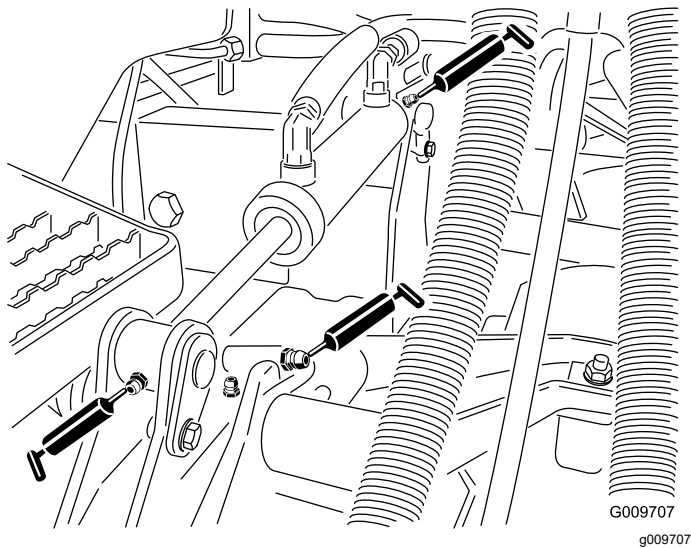

Bild 53
- Hubarmbüchsen (1 pro Mähwerk), wie in Bild 53 abgebildet
- Hubzylinder-Büchsen (2 pro Mähwerk), wie in Bild 53 abgebildet